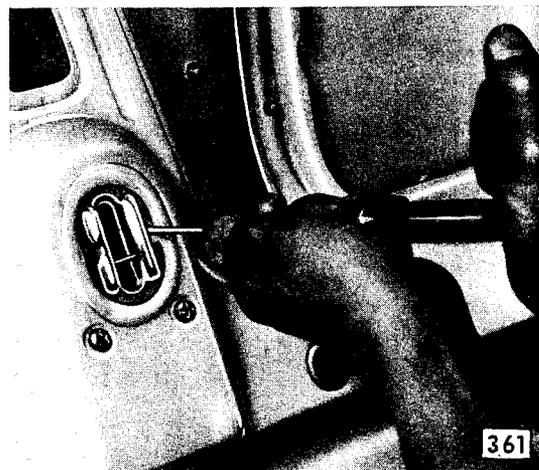

Bild 167 - Haltelappen des Montageloch-Verschlußdeckels aufbiegen
2. Sichtbaren Haltelappen des Montageloch-Verschlußdeckels aufbiegen (Bild 167) und Deckel abnehmen.